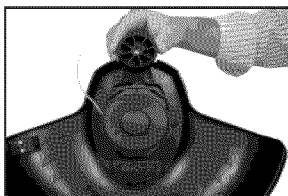

Figure 8 - Mise en place du disque de coupe sur les orifices des vis
6. Placez la bobine de coupe sur les deux trous de vis qui restent à l'avant du protecteur de coupe. Fixez la bobine de coupe au moyen des deux vis de montage. (Voir les Figures 8 et 9)